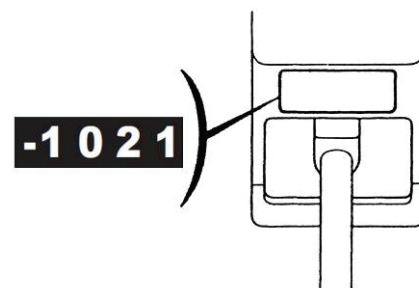

рис.9
### 6.3 Переключение скорости („вперёд“/“нейтраль“/„назад“) (см. рис.9)
- перевести рычаг переключения скорости в нужное положение (рис.9);